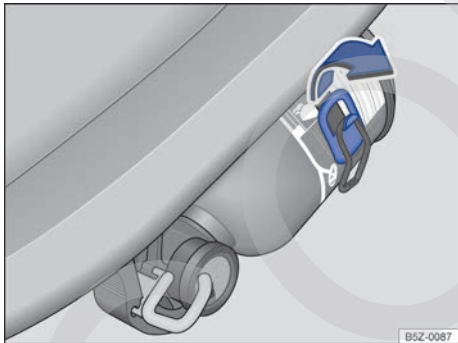

Fig. 149 En el asiento del acompañante delantero: extintor de incendio.
- Soltar la abrazadera de fijación, tirando hacia arriba ⇒ fig. 149 en el sentido de la flecha.